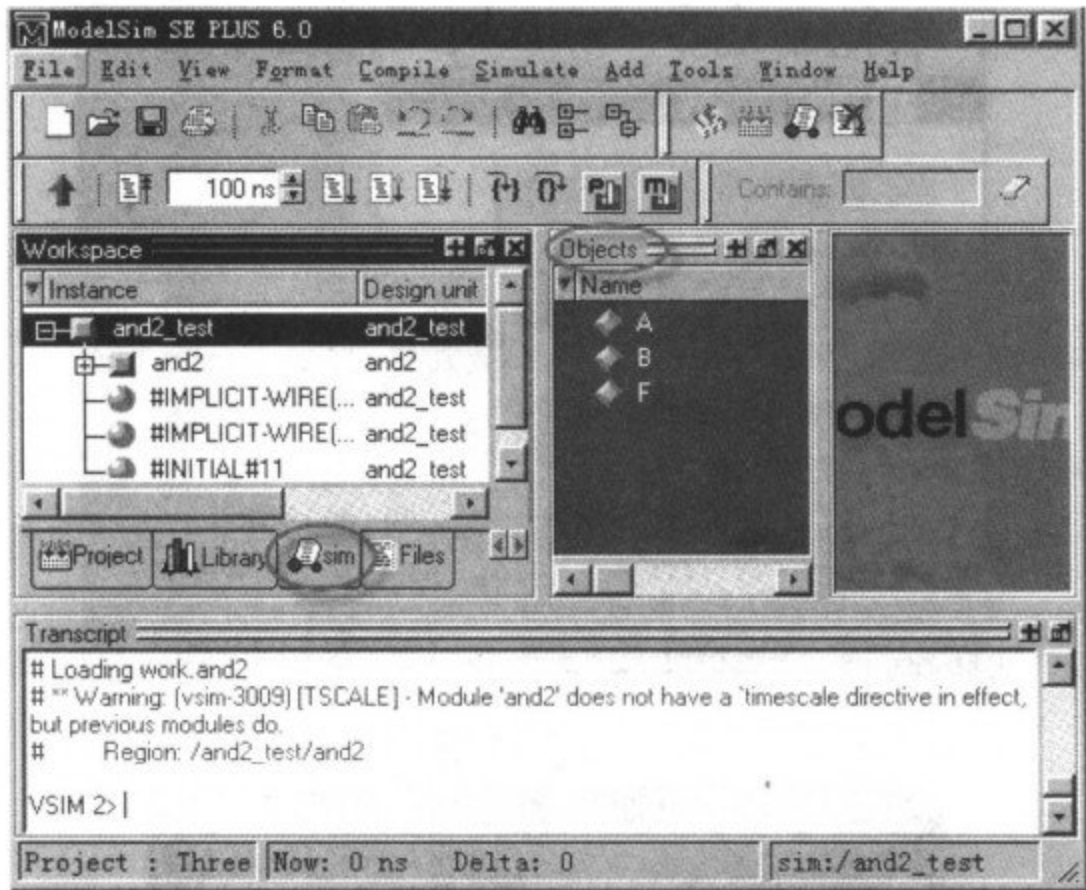

图 3-75 双击 and2_test
(2)双击 and2_test,加载测试文件,如图 3-75 所示。从图中可以看出,图中出现了